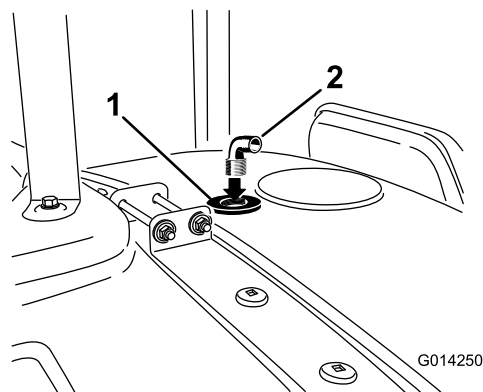

Figure 18
8. Insérez le raccord à 90° dans l'ouverture fileté de la traversée de la buse de rinçage (Figure 18).